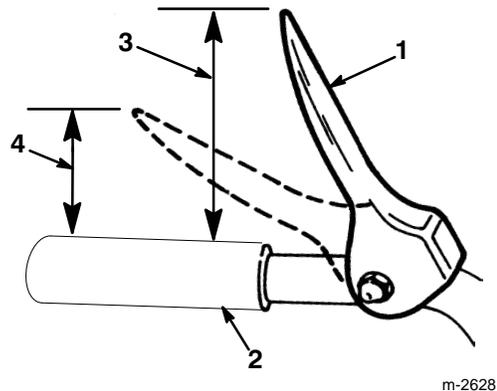

Abbildung 11
- Den Abstand zwischen der Oberkante des Handgriffs und der Unterkante des Betätigungshebels für Spindel-/Gebläserad überprüfen. Der Abstand sollte circa 10,2 cm (4") betragen (Abb. 11).